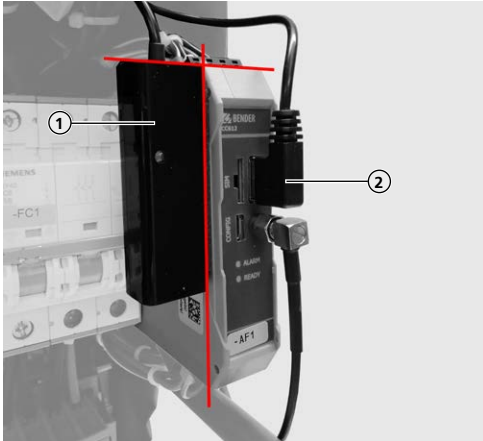

Abb. 4: USB-Ethernet-Adapter bündig auf ECU kleben
- USB-Ethernet-Adapter (1) auf die ECU **bündig** ankleben (siehe Abb. 4).
- USB-Stecker (2) des USB-Ethernet-Adapters in die ECU einstecken.